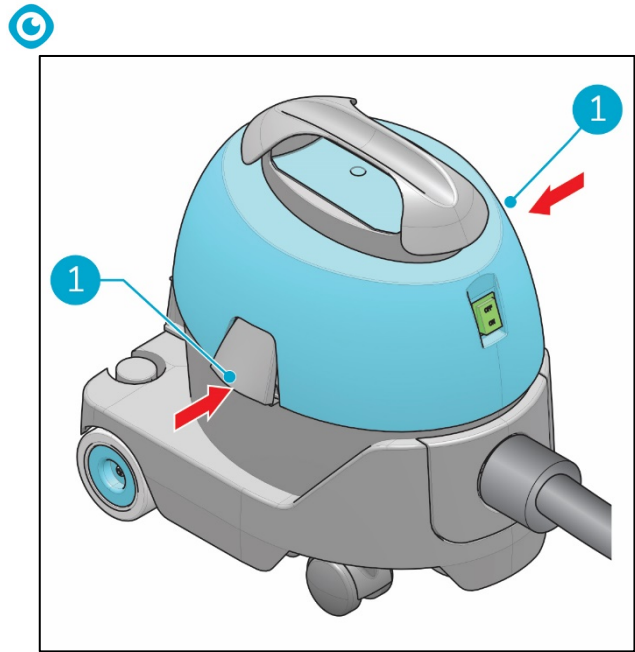

Figura 14
16. Aperte os fechos (Figura 14, posição 1).